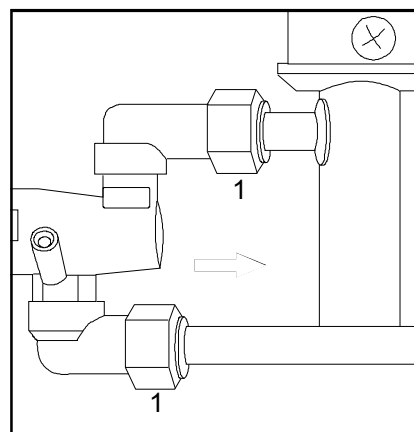

ABB.19 (Auswechseln des Gashahns)
- Hahn von den jeweiligen Verbindungen zu den Leitungen lösen (**ABB.19-Ref.1**).